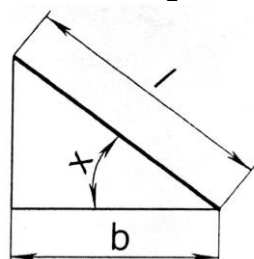

Рис. 5.16
5.23. Є похила площина, довжина основи якої дорівнює  $b$  (рис.5.16). Кут її нахилу  $x$  та довжину  $l$  можна змінювати. По цій площині вільно скочується куля. Яким повинен бути кут нахилу площини  $x$ , щоб час скочування був найменшим?